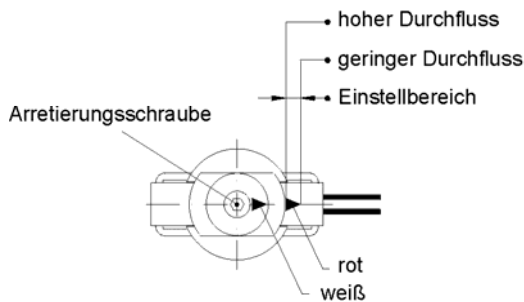
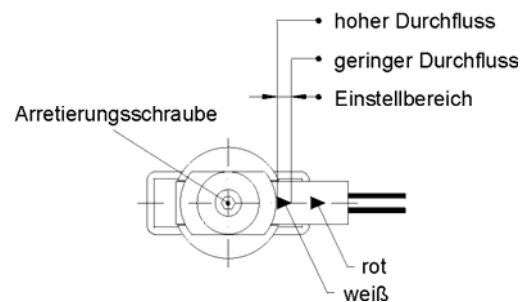

Abb. 16
Abb. 17
- ⇒ Danach lösen Sie die Arretierungsschraube (Innensechskant SW2,5 bei Messing- und Edelstahlausführung bzw. Kreuzschlitz bei Kunststoffausführung) und verschieben die Schalteinheit so weit, dass bei gewünschtem Arbeitskontakt (Abb. 16) der rote bzw. bei Ruhekontakt (Abb. 17) der weiße Pfeil am Eingang der Führung der Schalteinheit sichtbar ist.